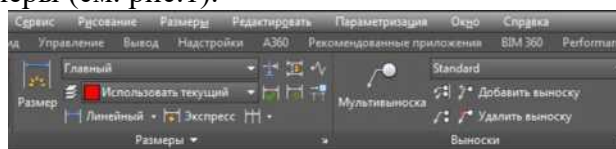

Рис.1.
Диалоговое окно настройки размерного стиля (см. рис.2). "Диспетчер размерных стилей" вызывается из падающего меню *Размеры ^ Стиль...* или *Формат ^ Размерные стили* или кнопкой на вкладке "Аннотации" ^ Размеры или кнопкой на панели инструментов Размеры (см. рис.1).
7. Для простановки размеров служат падающее меню, плавающая панель инструментов и экранное меню. Плавающая панель инструментов представлена на рис.1.